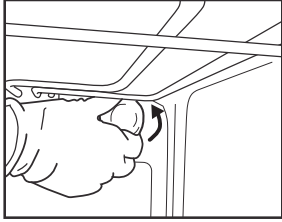
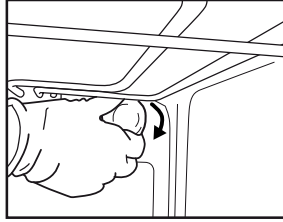

Рис. 6
Рис. 7
2. Выкрутите плафон (Рис. 6), замените лампочку (тип лампочки указан в примечании) и снова закрутите плафон (Рис. 7).